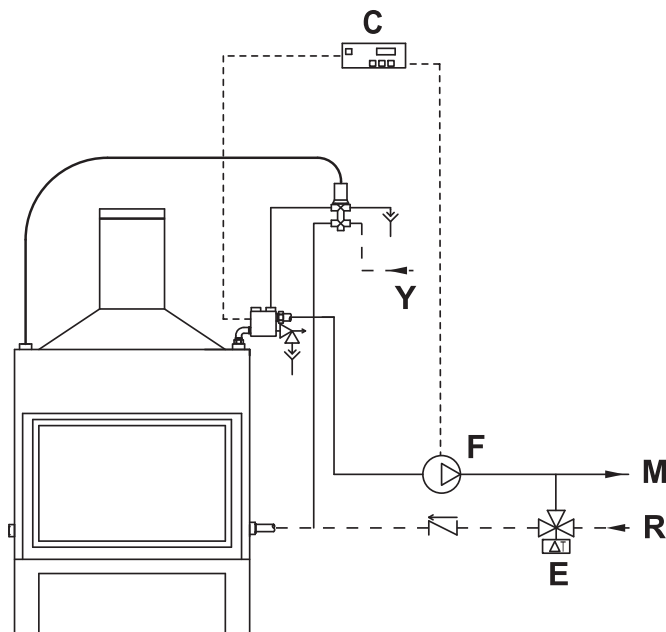

Fig. 12
- Viene fornito a titolo indicativo uno schema di funzionamento del kit applicato al TERMOPALEX (Fig.12).
- Se proporciona, de forma indicativa, un esquema de funcionamiento del kit aplicado al TERMOPALEX (Fig. 12).
- Est fourni à titre indicatif un schéma de fonctionnement du kit appliqué au TERMOPALEX (Fig.12).